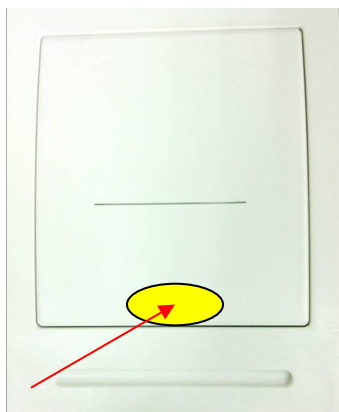

图1
- 3.7.1 轻按打印机盖板下方使打印机盖板弹出，取走打印机盖板（图1）。